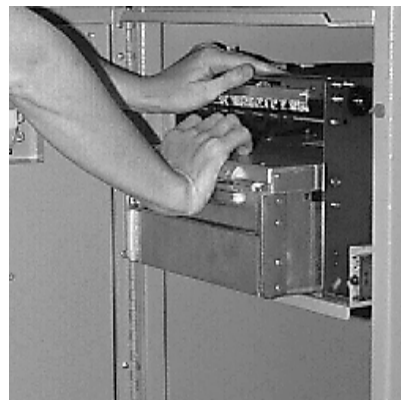

Figure 4-8. Installation de la cassette dans le mécanisme de distribution.
8. Vérifiez que la cassette est amorcée. Vérifiez que le témoin vert se trouve dans la fenêtre, au-dessous de la clé. Installez la cassette dans le distributeur de billets de la façon indiquée à la figure 4-8, en plaçant les guides de cassette sur les rails du distributeur et en poussant fermement la cassette jusqu'à ce qu'elle se verrouille en place.